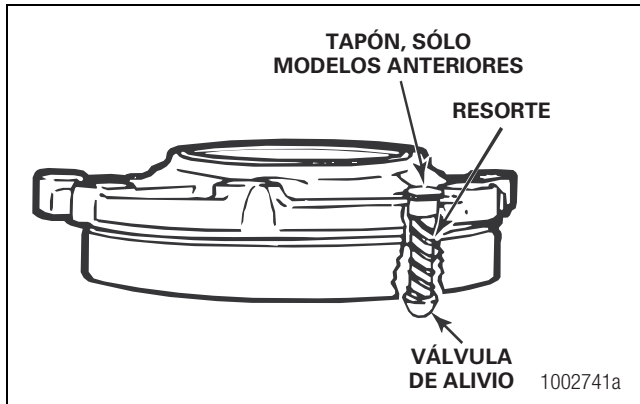

Figura 3.36
10. Si es necesario, retire el conjunto de la válvula de alivio de presión del frente de la jaula del cojinete. Retire del hueco el tapón, el resorte y la válvula de alivio. Figura 3.36.